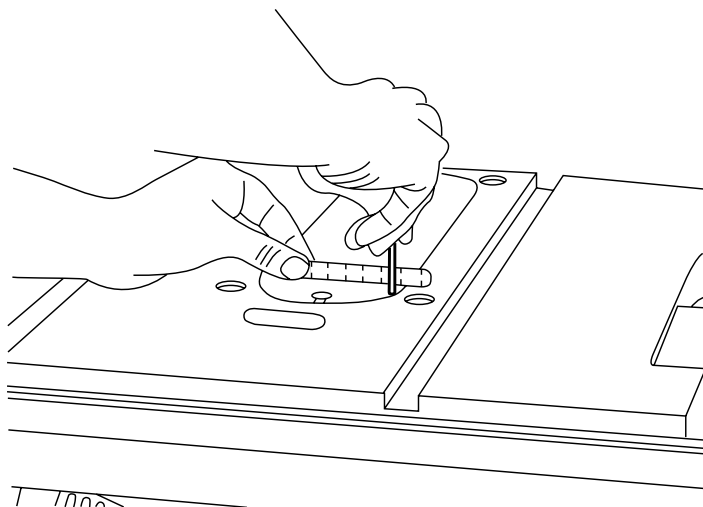

Fig. 2
- L'insert à dégagement nul doit être au ras du dessus de la table. Serrer selon les besoins les quatre vis de réglage. (Voir la figure 2.)
Voir la figure 2.